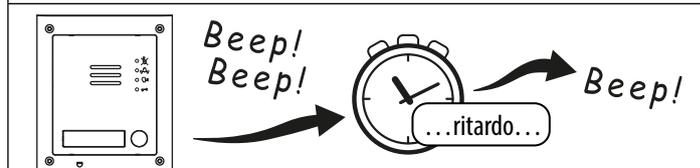

Fig. 61
3. Accendere il modulo GSM PRO: verranno emessi 2 bip, seguiti da un breve ritardo e da un 3° bip, come indicato nella **Fig. 61**.